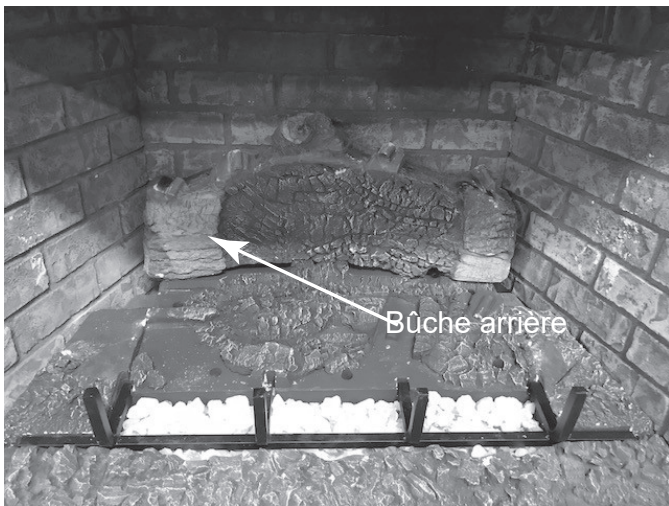

Figure 11.14
- Positionnez la bûche en alignant les deux encoches situées au bas avec les deux repères de positionnement situés à l'arrière de la partie supérieure du brûleur. Voir la Figure 11.14.